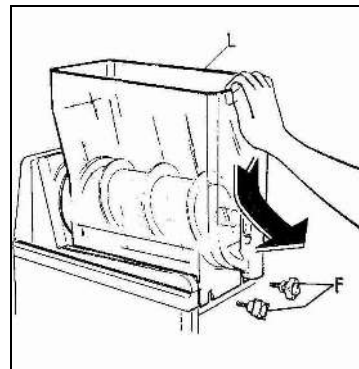

Fig. 11
- Dévisser et retirer les pommeaux (fig.11)
- Abaisser délicatement le bac comme le montre la figure 11 tout en le tirant vers l'extérieur afin de pouvoir le libérer de son logement.